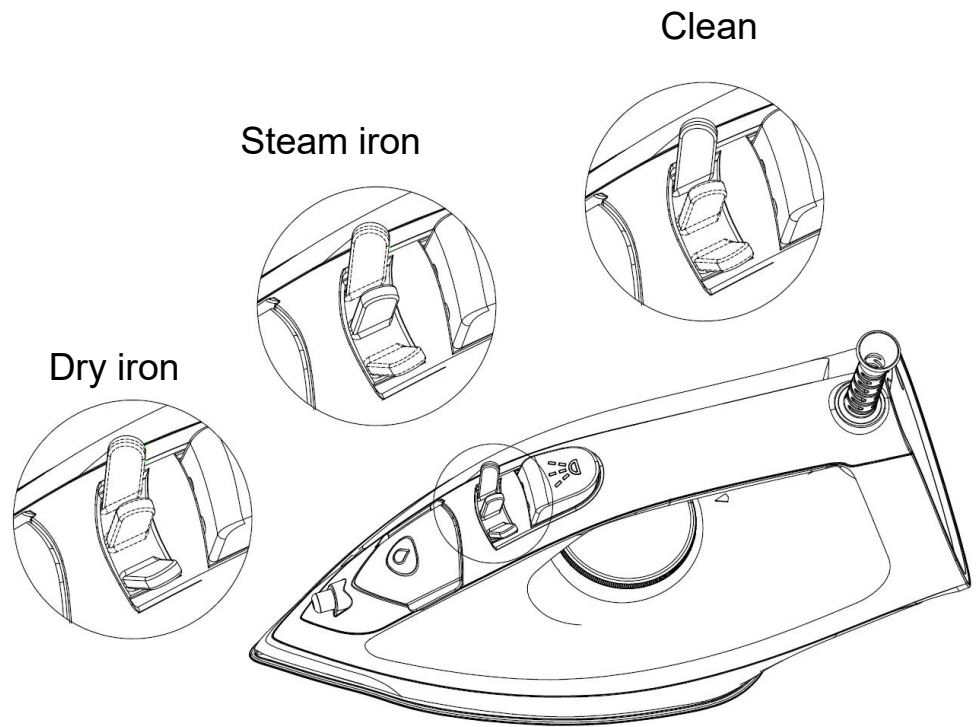

Fig.5
15. Sélectionnez la fonction souhaitée à l'aide du bouton de vapeur en fonction de vos besoins (voir Fig. 5). Tournez le bouton de vapeur sur le réglage « Fer à vapeur », le fer continuera à diffuser de la vapeur. Si vous devez activer le mode repassage à sec, tournez le bouton de vapeur sur le réglage « Fer à sec ».